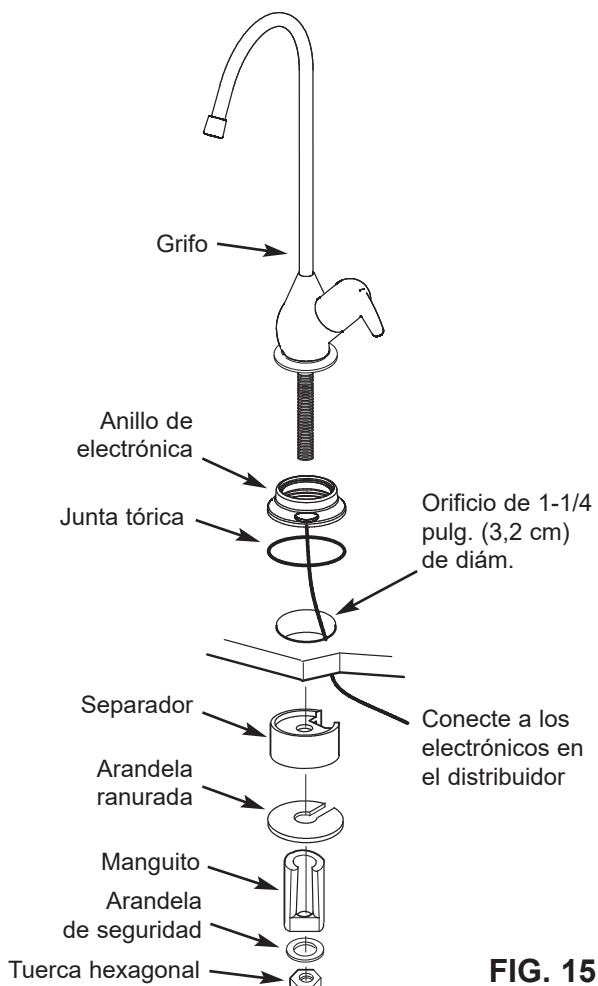

FIG. 15
- Ubique y organice las piezas para instalar el grifo de ósmosis inversa. Vea la Fig. 15.
- Inserte la junta tórica en la ranura en la parte inferior del anillo y deslice el anillo de monitor en el espárrago del grifo. El cable del indicador LED del anillo de monitor debe tenderse por el orificio del fregadero o encimera y a través del espaciador, si se utiliza. Vea la Fig. 15.